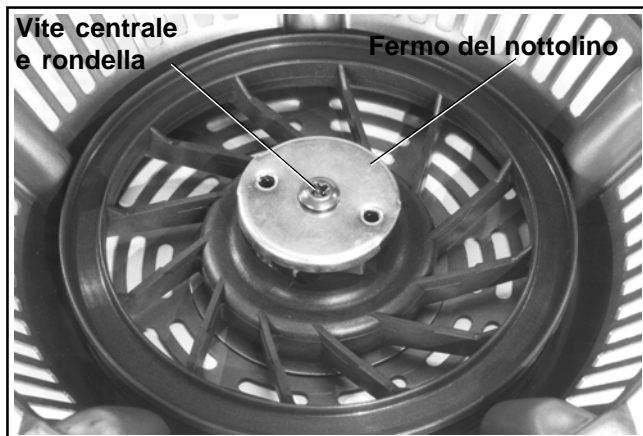

Figura 7-4. Vite centrale, rondella e fermo del nottolino.
- 2. Rimuovere la vite centrale, la rondella ed il fermo del nottolino. Vedere Figura 7-4.